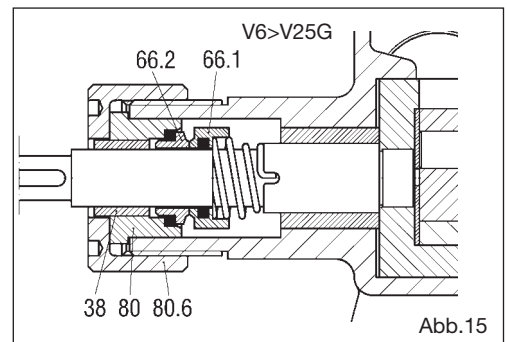

Abb.15
11.8 Entfernung der mechanischen Dichtung ST5, ST6 Pumpen aus Guss von V6 bis V25 (Abb. 15)
- Die Abdeckung (80.6) abschrauben und die Dichtungshalterung (80) mit dem stationären Teil (66.2) der mechanischen Dichtung herausziehen.